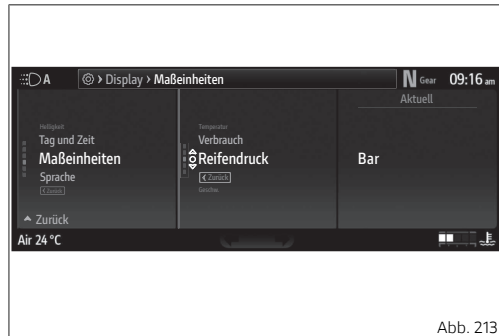

Abb. 213
- Die Angabe „Reifendruck“ (Abb. 213 S.258) markieren, dann die Taste \circ drücken.